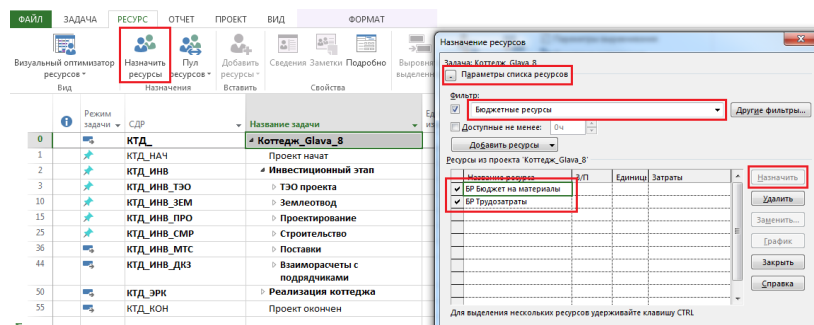

Рисунок 7.1 – Назначение бюджетных ресурсов на суммарную задачу
4. В окне «Назначение ресурсов» раскрыть «Параметры списка ресурсов» и после того, как будет поставлена галочка в области «Фильтр:», можно выбрать фильтр «Бюджетные ресурсы», Рисунок 7.1;